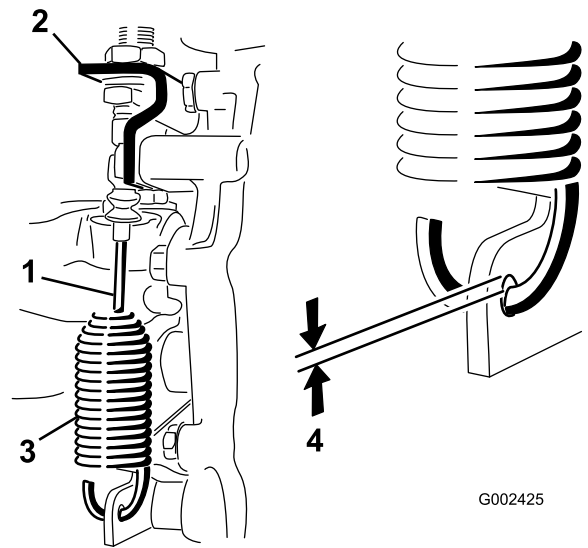

Bild 46
2. Lösen Sie die Klemmmutter, mit denen das Differenzialsperrkabel am Getriebe befestigt ist (Bild 46).